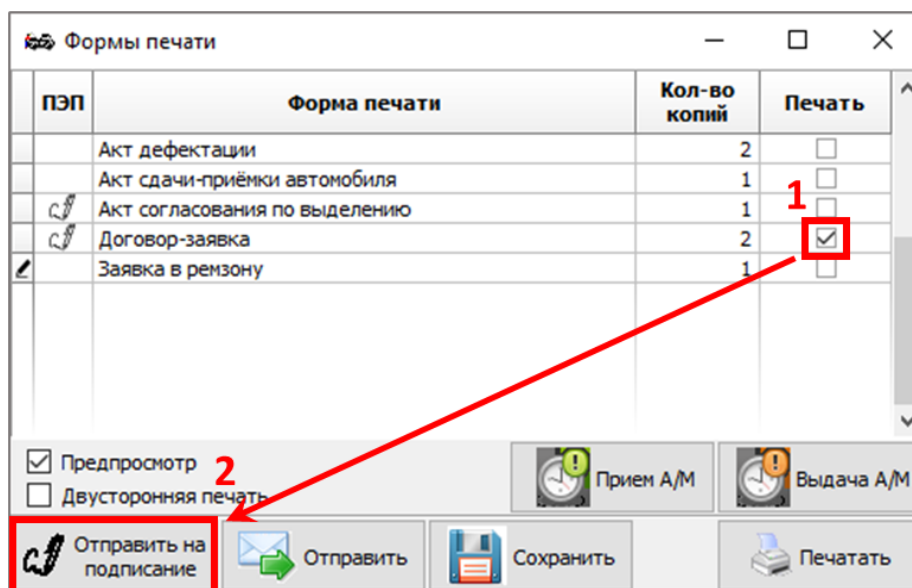

рис. 209
1. В окне **Формы печати** выберите документ **Договор-заявка** и нажмите кнопку **Отправить на подписание** в левом нижнем углу окна (рис. 209).